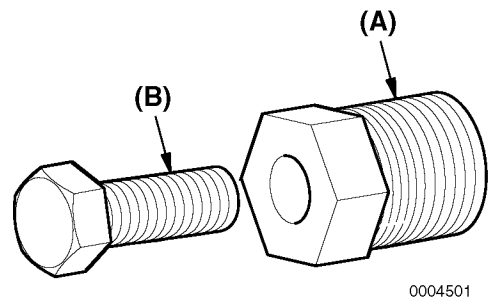

Figure 16
2. Placez l'extracteur (**Figure 16, (A)**) dans la turbine.
3. Tournez la vis de calage (Figure 16, (B)) dans le sens des aiguilles d'une montre pour retirer la turbine du corps de la pompe.